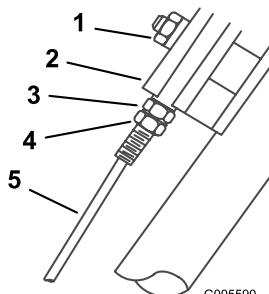

Figura 22
3. Allentate il dado sul blocco di sostegno (Figura 22).